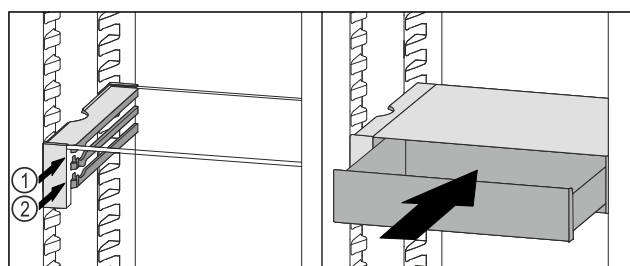

Fig. 148
- VarioSafe-Schubfach hinter den Stoppern auf gewünschter Rippe Fig. 148 (1) oder Fig. 148 (2) aufsetzen.